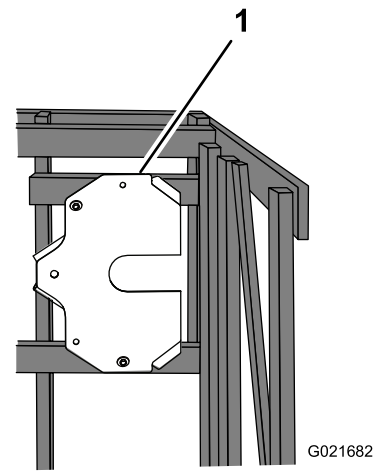

Figura 10
- Retire los pernos que sujetan la placa de montaje a la caja de transporte (Figura 10).